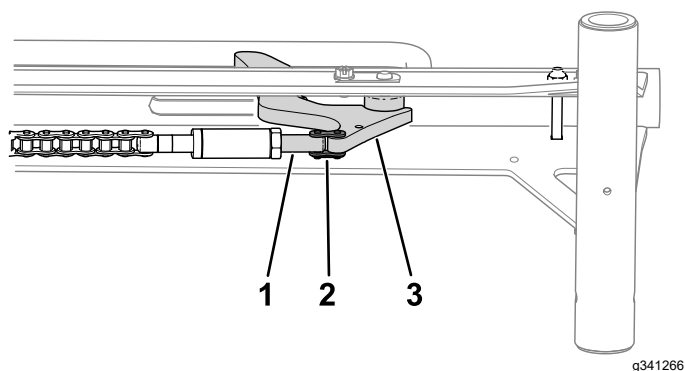

**Figura 3**
3. Utilizați o za de lan pentru a monta lanul la întinzătorul de lan (Figura 3).
4. Montați axul hexagonal la întinzătorul de lan (Figura 3).
5. Utilizați o contrainișă pentru a monta întinzătorul za-lan la axul hexagonal (Figura 3).